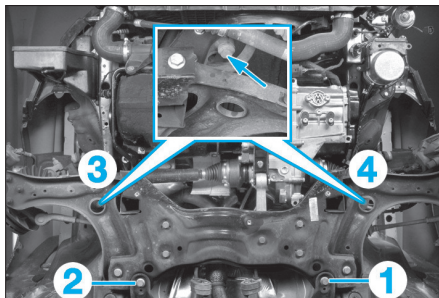

FIG. 2
- Desserrer les vis (1) à (4) de la fixation du berceau sur la carrosserie (Fig.2).